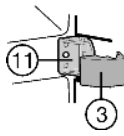

Fig. 18
- ▶ Auf den mittleren Lagerbock *Fig. 18 (11)* die Abdeckung *Fig. 18 (3)* aufrasten.